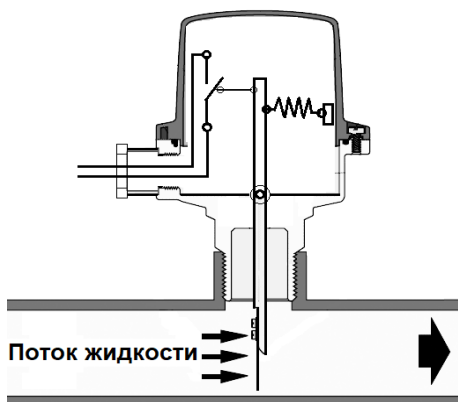

Рис. 1
5.3 Контроль сухого хода может осуществляться электродным датчиком, специализированным реле давления или лепестковым датчиком потока (рис.1).